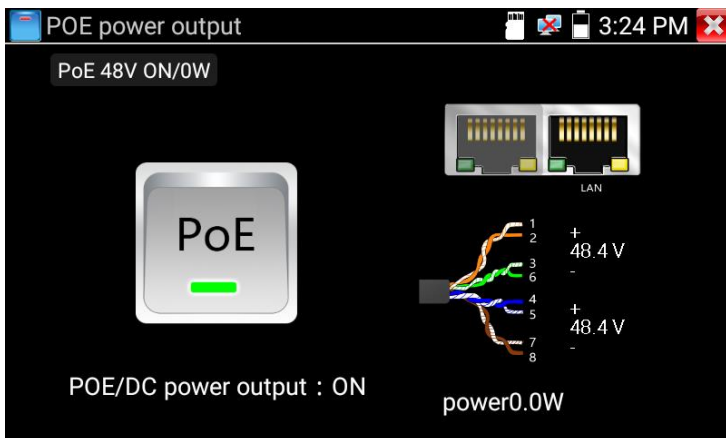

Рис. 8 Питание PoE
- 1) Если IP-видеокамера поддерживает питание по PoE и не потребляет более 25,5 Вт (управляемые PTZ PoE IP-видеокамеры могут потреблять больше мощности и не всегда подходят для этого способа) ее можно запитать на время теста от самого тестера по PoE. Для этого выберите пункт «PoE Power Output» (рис. 8) в папке IP Camera Test и нажмите на значок кнопки PoE.